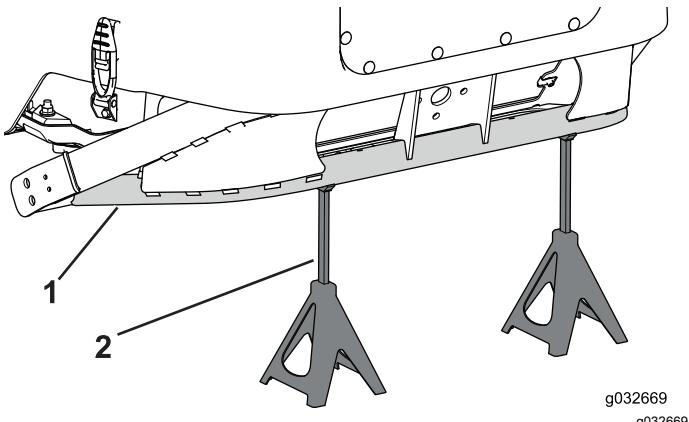

Рисунок 103
1. Подставьте под заднюю часть рамы машины две подъемные опоры (Рисунок 103).